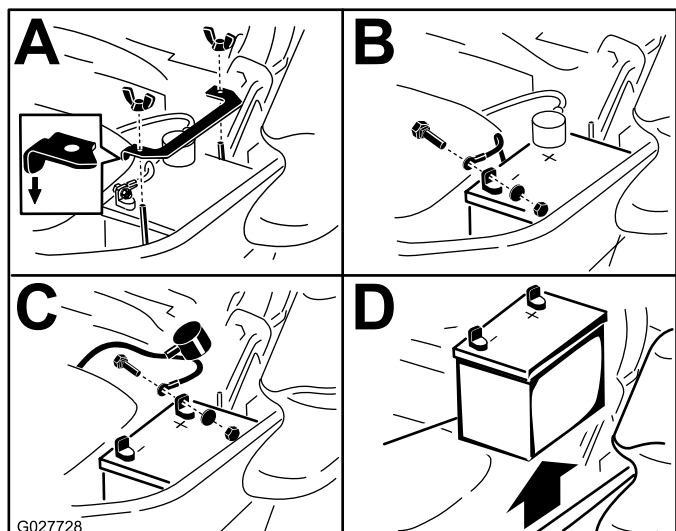

Figure 60
3. Commencez par débrancher le câble négatif (noir) de la borne négative (-) (noire) de la batterie (Figure 60).
4. Enlevez le capuchon rouge de la borne positive (rouge) de la batterie et débranchez le câble positif (+)(rouge) (Figure 60).
5. Retirez l'écrou à oreilles qui fixe la barrette de maintien de la batterie (Figure 60).
6. Déposez la barrette de maintien (Figure 60).
1. Placez la batterie dans son support en tournant les bornes à l'opposé du réservoir hydraulique (Figure 60).
4. Fixez les câbles avec 2 boulons, 2 rondelles et 2 contre-écrous (Figure 60).
6. Reposez la barrette de maintien et fixez-la avec l'écrou à oreilles (Figure 60).